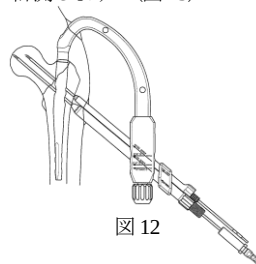

図12
- 10) 3.2 ガイドピンアダプタを装着し、3.2 ガイドピンを刺入します。 (図12) ガイドピン (ラグスクリュー側) は骨頭軟骨下骨直下まで刺入します。